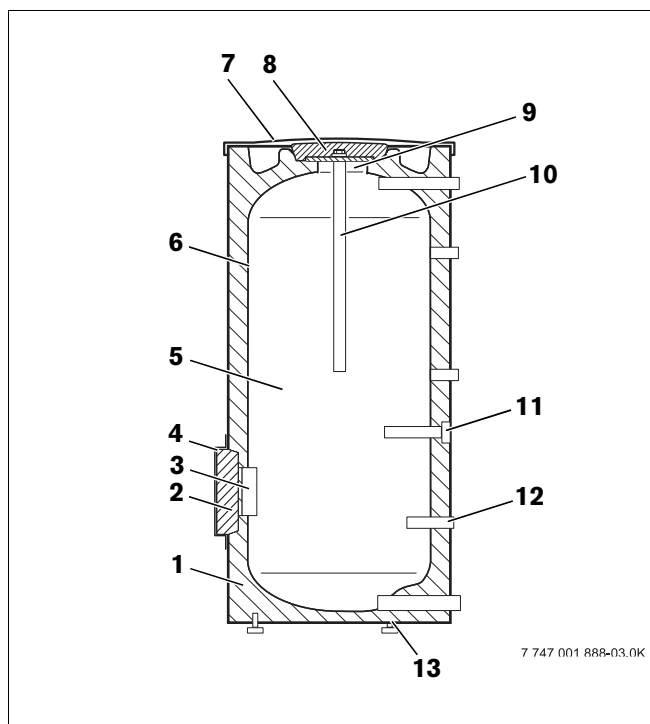

Fig. 1 Préparateur d'ECS
- Réservoir du préparateur (fig. 1, **pos. 5**) avec protection contre la corrosion
La protection cathodique contre la corrosion est composée de la thermovitrification Buderus DUOCLEAN MKT (fig. 1, **pos. 6**) et d'une anode au magnésium (fig. 1, **pos. 10**).
- Isolation thermique (fig. 1, **pos. 1**)
L'isolation thermique en mousse rigide polyuréthane exempte de CFC est pulvérisée directement sur le préparateur. Deux éléments d'isolation thermique (fig. 1, **pos. 2** et **pos. 8**) en mousse minimisent les pertes thermiques par la trappe de visite et l'anode au magnésium.
- Doigt de gant vissé pour le montage de la sonde de température d'eau chaude sanitaire (fig. 1, **pos. 11**)
- Doigt de gant soudé, (fig. 1, **pos. 12**)
- Trappe de visite (fig. 1, **pos. 3**)
- Orifice de révision (fig. 1, **pos. 9**)
- Couvercle de l'habillage supérieur (fig. 1, **pos. 7**)